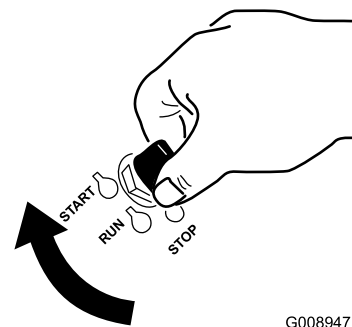

Figura 21
6. Gire la llave de contacto a la posición de ARRANQUE (Figura 21).